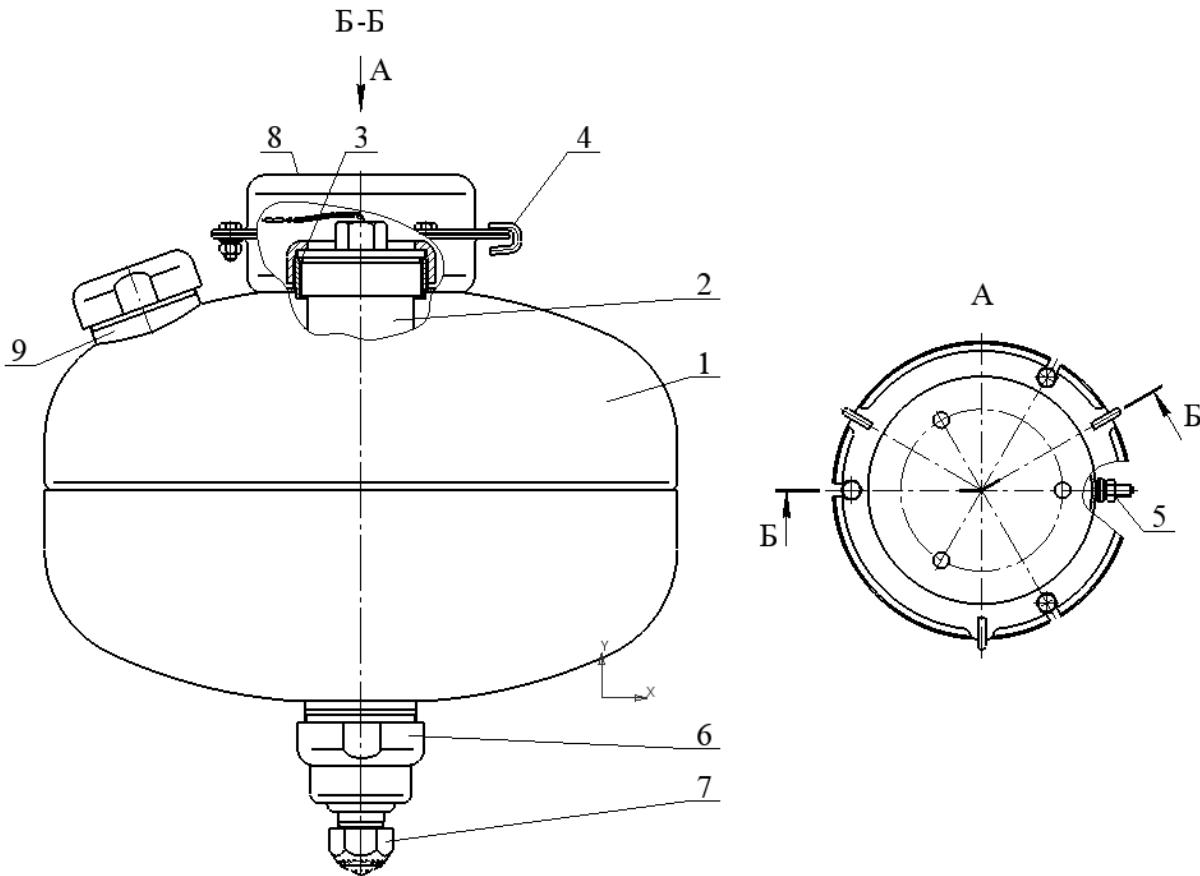

Рисунок 1
4.1.1 МУПТВ (см. рисунок 1) состоит из корпуса **1**, заправленного ОТВ, в котором размещено газогенерирующее устройство **2**.
4.2.1 После подачи электрического импульса на выводы элемента электропускового 4 (см. рисунок 1) ИХГ 3 генерирует газ, который создает давление внутри корпуса МУПТВ для вскрытия мембранны 5 и выпуска через насадок-распылитель 7 в зону горения тонкораспыленной струи ОТВ.
6.3 Закрепить кронштейн **8** (см. рисунок 1) на потолке. Координаты отверстий в кронштейне приведены на рисунке 6.
6.5.1 Подготовка ОТВ для МУПТВ-13,5-ГЗ-ВД( $t^{\circ}\text{C} = +5_{\text{п}}$ ): залить в отверстие верхней горловины **9** (см. рисунок 1) воду (питьевую либо дистиллиированную) (температура воды должна быть плюс  $(15\dots25)^{\circ}\text{C}$ ) объемом  $11,8^{+0,05} \text{ дм}^3$ . Открыть упаковки с жидкими добавками к воде и залить их в отверстие верхней горловины **9**. Установить в отверстие горловины предохранительный клапан. Сверху закрутить гайку. Момент затяжки гайки  $110^{+20} \text{ Н}\times\text{м}$ .
6.5.2.3 Полученный раствор ОТВ залить в отверстие верхней горловины **9** (см. рисунок 1). Для окончательного приготовления ОТВ открыть упаковку (упаковки) с жидкими добавками и залить их в отверстие верхней горловины **9**. Установить в отверстие горловины предохранительный клапан. Сверху закрутить гайку. Момент затяжки гайки  $110^{+20} \text{ Н}\times\text{м}$ .
6.6 На выпускную горловину гайки **6** (см. рисунок 1) накрутить до упора насадок-распылитель **7**.
7.4 Комплект поставки для перезарядки МУПТВ (см. рисунок 1):